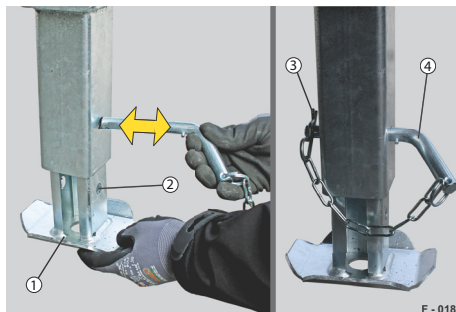

Abb. 24 Klappstütze, höhenverstellbar
- ▶ Federstecker (Abb. 24/3) aus dem Steckbolzen (Abb. 24/4) ziehen.
- ▶ Stellfuß (Abb. 24/1) nach unten verstellen, dass dieser in einer Bohrung (Abb. 24/2) arretiert werden kann. Stützen ggf. etwas hochkurbeln.